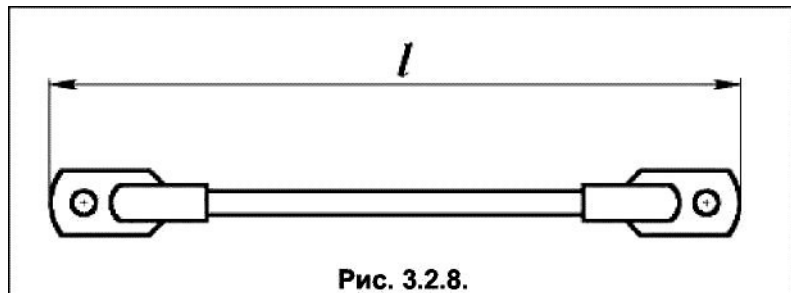

Рис. 3.2.8.
**Проводники заземления** (табл.3.2.8, рис.3.2.8) используются для заземления металлических конструкций, корпусов машин, аппаратов, щитов.